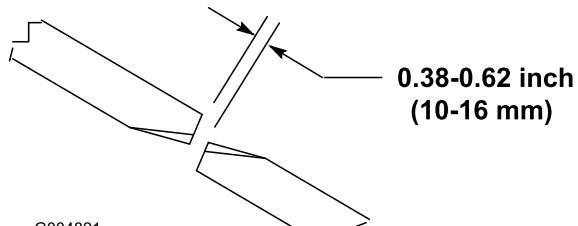

Figura 24
Per garantire il funzionamento ottimale dell'apparato di taglio occorre una luce di 10-16 mm tra la punta delle lame degli apparati di taglio laterali e quelle dell'apparato centrale (Figura 24).
- Ruotate una lama centrale ed una laterale adiacente in modo che le punte delle loro lame siano allineate. Misurate la distanza tra le punte delle lame, che deve essere di 10-16 mm circa. (Figura 24).